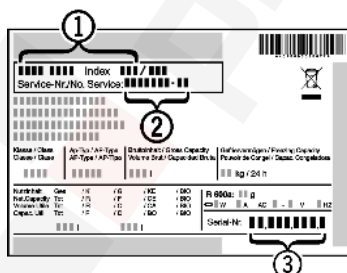

Fig. 13
- ▶ A készülék megnevezését Fig. 13 (1), a szerviz- Fig. 13 (2) és sorozatszámot Fig. 13 (3) a típus-tábláról olvassa le. A típus-tábla a készülék belsejében baloldalon található.
- ▶ Értesítse a vevőszolgálatot a hibáról, és adja meg nekik a készülék megnevezését Fig. 13 (1), a szerviz- Fig. 13 (2) és a sorozatszámot Fig. 13 (3).